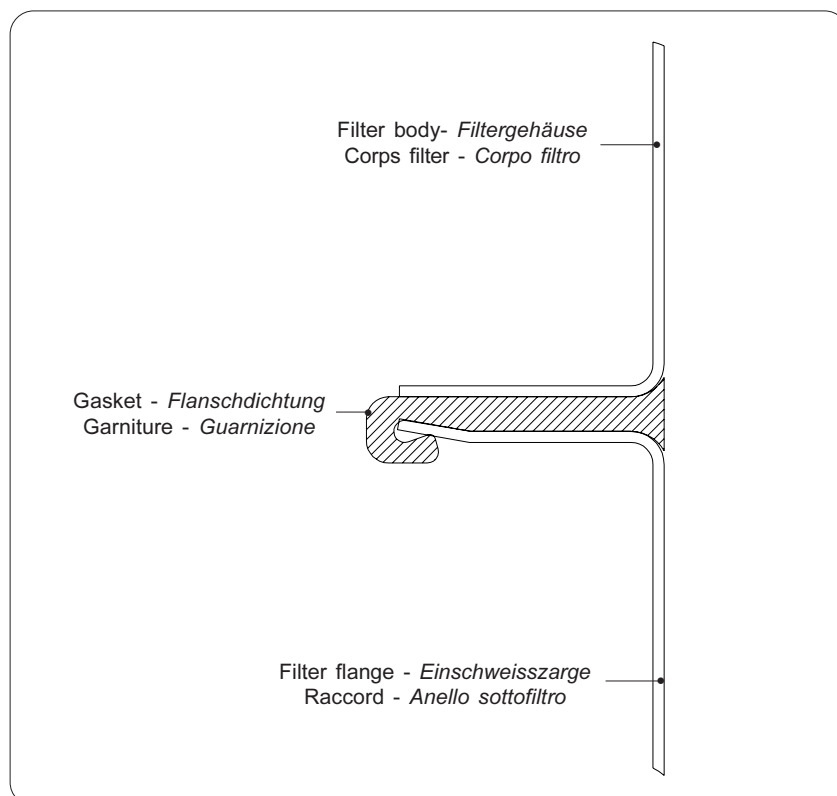

Fig. 1
- 2) Fix the blind flanges in the rear slits and the two flanges with the tube in the front part of the filter. (see Fig. 1)
- 2) Die Blindflansche der hinteren Schlitze und die beiden Flansche mit Rohr im vorderen Bereich des Filters befestigen (siehe Abb. 1).
- 2) Fixer les brides pleines dans les fentes arrière et les deux brides avec tube dans la zone avant du filtre. (voir fig. 1)
- 2) Fissare le flange cieche nelle feritoie posteriori e le due flange con tubo nella zona anteriore del filtro. (vedi fig. 1)